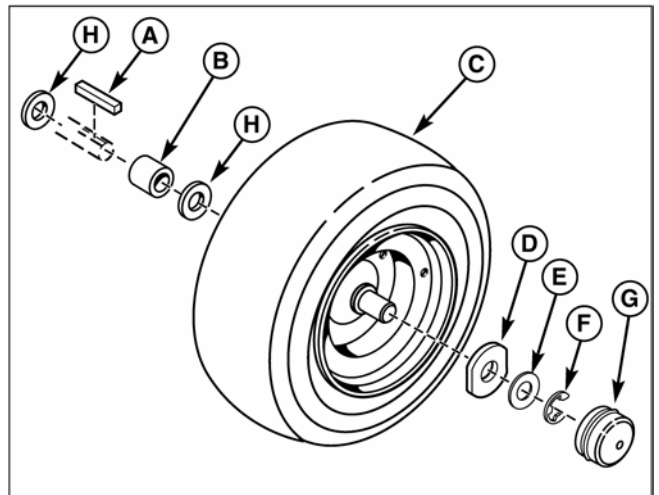

Рис. 17. Крепление заднего колеса
5. Установите компоненты в порядке, обратном разборке и опустите трактор. Убедитесь, что шпонка (А, рис. 17) установлена в паз оси.